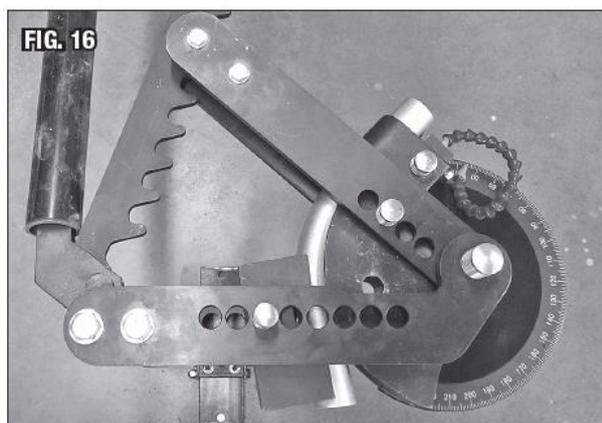

Рис. 16
9. Как только вся полезная длина трещотки будет достигнута, и диапазон гибки закончится, направляющий штифт (M) $\varnothing 7/8 \times 5-3/8$ [Ø22x136 мм] должен быть вытаснен и перемещен в приводном звене и далее по направлению к центру формы (Рис.16).